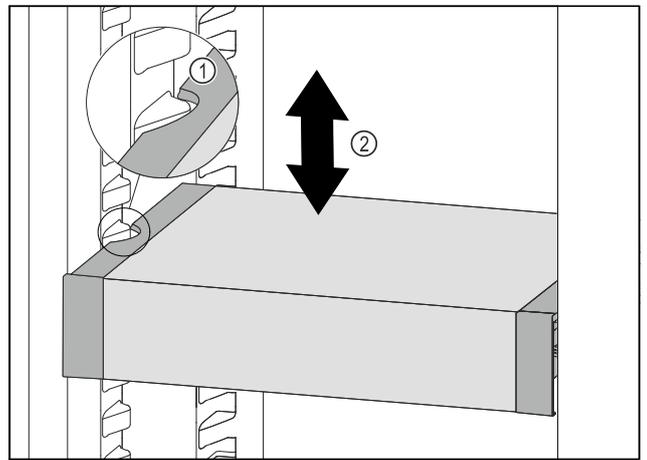

Fig. 123
- ▶ Tire del VarioSafe hacia delante hasta que los huecos laterales del VarioSafe se encuentren a la altura de la nervadura del recipiente en el compartimento del frigorífico. Fig. 123 (1)
- ▶ Mueva el VarioSafe hacia arriba o hacia abajo en el compartimento del frigorífico hasta alcanzar la altura deseada. Fig. 123 (2)